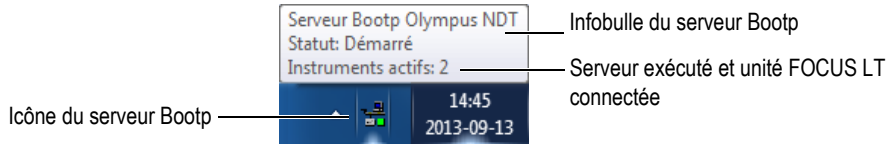

Figure 1-15 Icône du serveur Bootp lorsqu'il est prêt à fonctionner
6. Déplacez le pointeur sur l'icône Serveur Bootp () dans la zone de navigation de la barre des tâches de Windows sur l'ordinateur. Une infobulle s'affiche (voir la Figure 1-15 à la page 37).